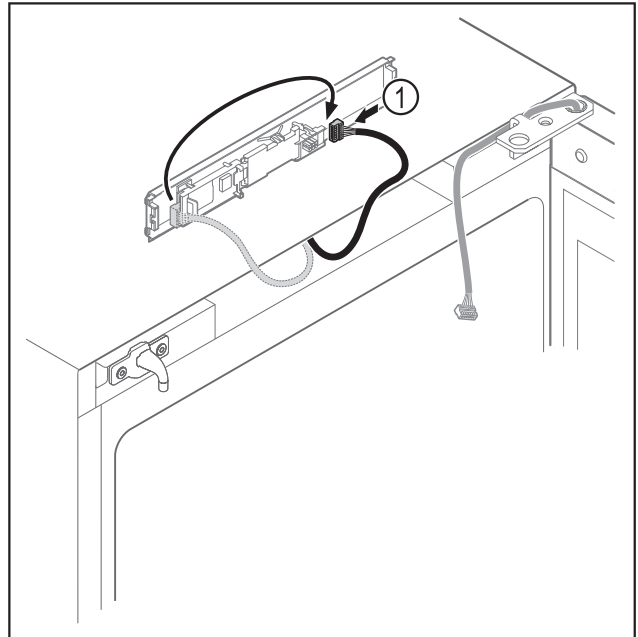

Fig. 5
- Stecker Fig. 5 (1) auf Platine umstecken.